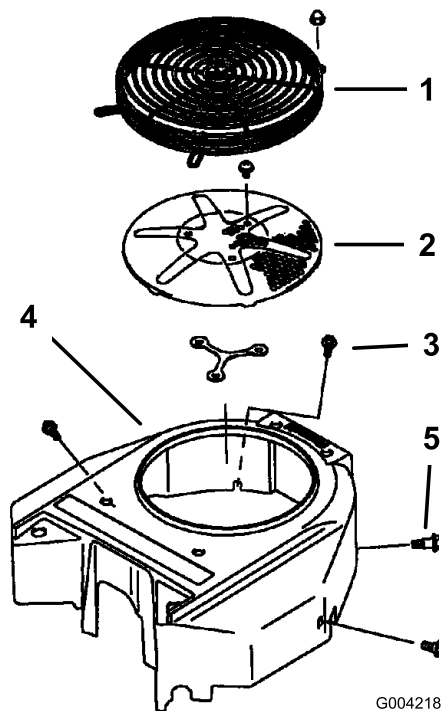

Figura 65
Prima dell'uso, eliminate erba, morchia ed altri detriti accumulatisi sulla griglia del motore. In questo modo garantirete un'adeguata ventilazione e una corretta velocità del motore e ridurrete la possibilità di surriscaldamento e danni meccanici al motore (Figura 65).
- Rimuovete la griglia della presa d'aria, l'avviatore autoavvolgente e la sede della ventola (Figura 65).
- Installate la griglia della presa d'aria, l'avviatore autoavvolgente e la sede della ventola (Figura 65).